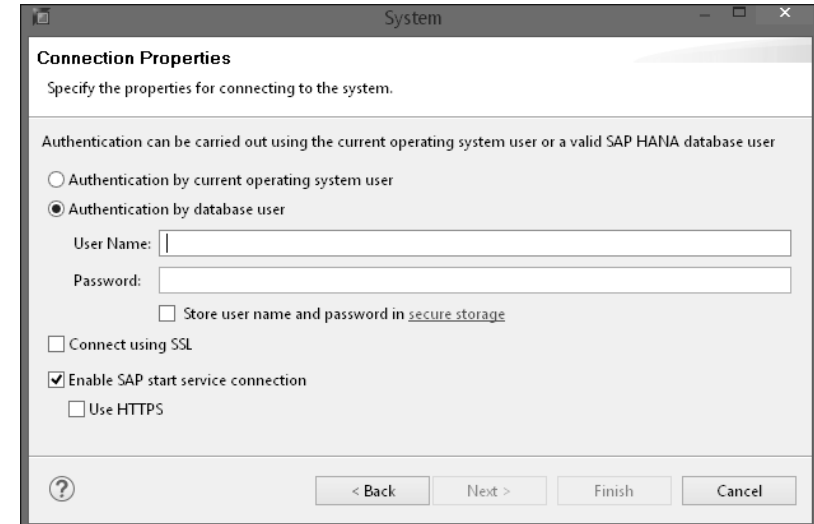

Abbildung 3.4 Benutzer-Login-Daten angeben
4. Nachdem Sie die erforderlichen Angaben gemacht haben, klicken Sie auf **Next**. Als Nächstes geben Sie den Benutzernamen und das Passwort für das SAP-HANA-System ein und klicken abschließend auf **Finish** (siehe Abbildung 3.4).